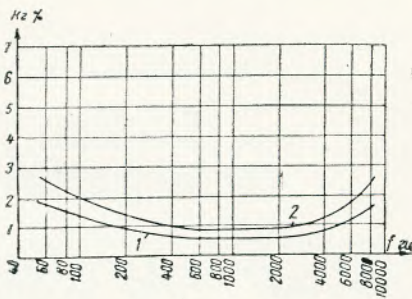

Рис. 9. Типовая частотная характеристика коэффициента гармоник усилительного тракта при активном эквиваленте нагрузки
7. Номинальная мощность устройства — 20×2 вт (каждый оконечный усилитель имеет номинальную мощность 20 вт) — при коэффициенте нелинейных искажений не более 1,5% на средних частотах и не более 3% на частотах 60 и 8000 гц (рис. 9, 1).
8. Пиковая мощность устройства — 30×2 вт (каждый усилитель по 30 вт) — при коэффициенте нелинейных искажений на частоте 400 гц не более 3% (рис. 9, 2).